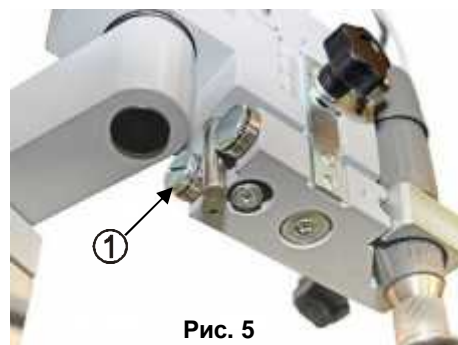

Рис. 5
9.2.1 Для устранения люфтов в механизме вертикального перемещения каретки ослабить контргайку эксцентрика (13, рис.1) и, осторожно поворачивая эксцентрик с помощью отвертки, выбрать зазоры. Добившись плавного, легкого, безлюфтового перемещения механизма, зафиксировать положение оси контргайкой. Аналогично устраняется люфт в скалке каретки (1, рис.5).